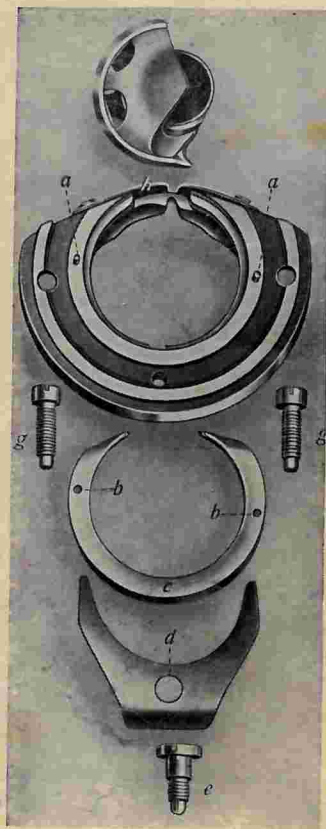

Abb. 12. Das Zerlegen der Schiffchenbahn.
Abb. 12 zeigt die einzelnen Teile der auseinandergenommenen Schiffchenbahn genau in der Stellung, in welcher solche wieder zusammengesetzt werden müssen.
6. Wenn das Schiffbahnplättchen h vom Faden eingeschnitten oder sonstwie beschädigt ist. (Abb. 12.)